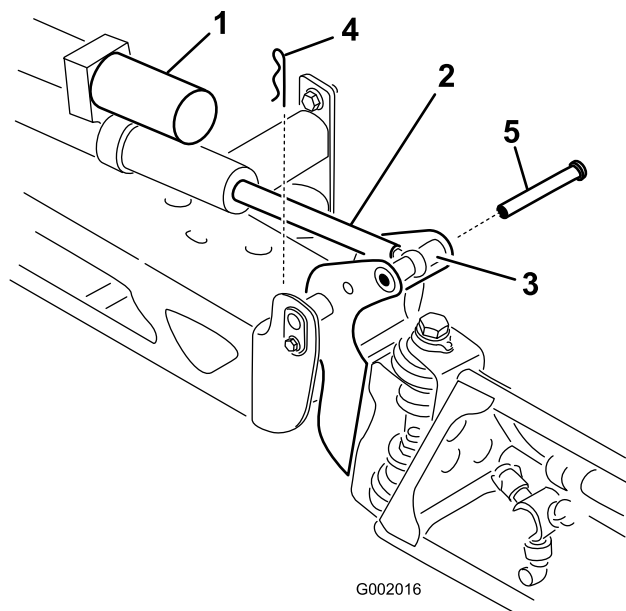

Bild 45
2. Nehmen Sie den Splint vom Lagerbolzen ab (Bild 45).
3. Heben Sie den Ausleger an und nehmen Sie den Stift ab (Bild 45). Senken Sie den Ausleger langsam auf den Boden ab.
fest und stecken Sie den Stift durch das Scharnier des Auslegers und die Aktuatorstange (Bild 45).